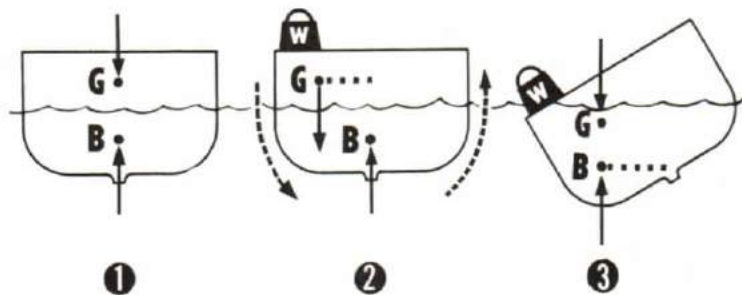

Figure 8-14
17. Now add a large weight to one side of the ship. This will make the centre of gravity move towards that side. You have the righting moment in reverse - call it tilting moment, because it makes the ship tilt over until the buoyant force acts through the centre of gravity again. See Figure 8-14.
17. Si l'on ajoute maintenant un poids important sur un côté du navire, cette charge va déplacer le centre de son côté. C'est le moment de redressement à l'inverse, qu'on appelle moment de chavirement parce qu'il incline le navire jusqu'à ce que la force de poussée de l'eau agisse de nouveau au centre de gravité (voir la figure 8-14).